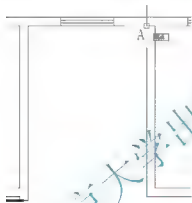
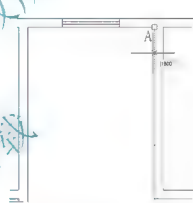

图 2.94 捕捉 A 点
图 2.95 垂直向下拖动光标
(1) 将【楼梯】图层设置为当前层。
(2) 打开【正交】、【对象捕捉】和【对象追踪】功能,并选择【垂足】捕捉后,启动【直线】命令。
① 在指定第一点:提示下,捕捉楼梯间阴角点 A 点(如图 2.94 所示),不单击,然后将光标垂直向下慢慢拖动,输入“1600”(如图 2.95 所示)后按 Enter 键。这样就利用【对象追踪】命令将直线的起点绘制在 A 点垂直向下 1600mm 处。